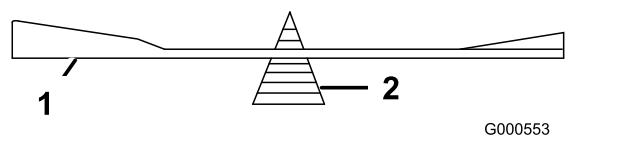

Figure 84
2. Vérifiez l'équilibre de la lame en la plaçant sur un équilibrEUR (Figure 84).